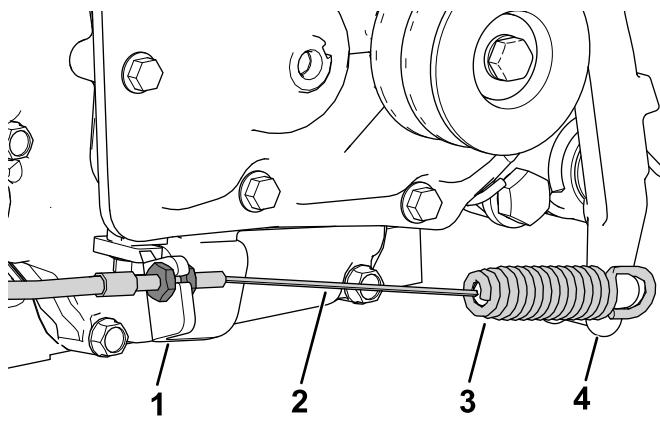

Рисунок 5
- Подсоедините трос сцепления к пластине сцепления (Рисунок 5).
6. Зацепите конец пружины троса сцепления за рычаг сцепления (Рисунок 5).